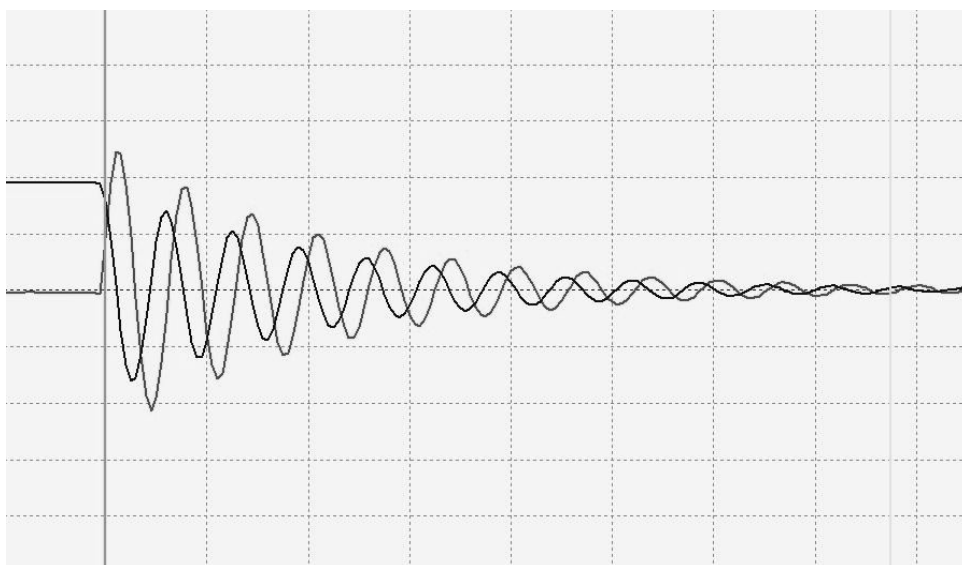

Рис.11. Запись падений напряжений на сопротивлении и емкости
7. Разрядите конденсатор, кратковременно нажав на кнопку разрядки, и после получения осциллографической картинке, подобной изображенной на рис.11, остановите измерения .